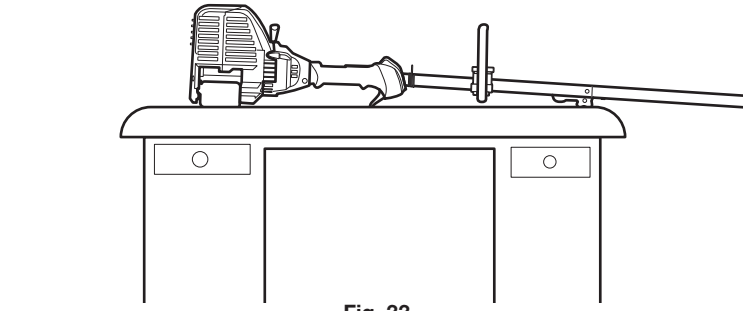

Fig. 33
2. **Ubique la unidad sobre una superficie plana y nivelada**, como un banco de trabajo o una mesa. El protector del cabezal de corte debe quedar colgando del borde de manera que el motor quede nivelado (Fig. 33).